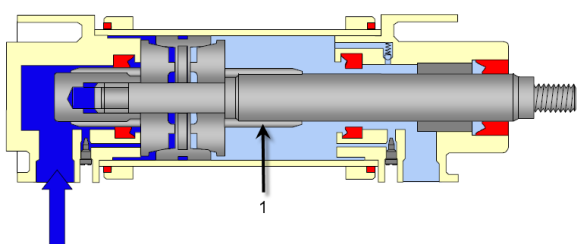
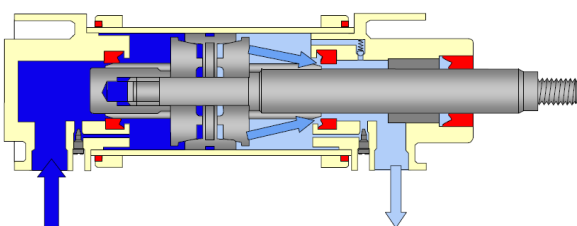

Fig. 11.
Fig. 12.
Pour cela il est à conseiller d'utiliser des vérins avec amortisseurs de fin de courses réglables (Fig. 11). Ce type est équipé d'un "piston d'amortissement" (1) qui, avant la fin de la course du piston, bloque la sortie normale de l'air comprimé (Fig. 12).